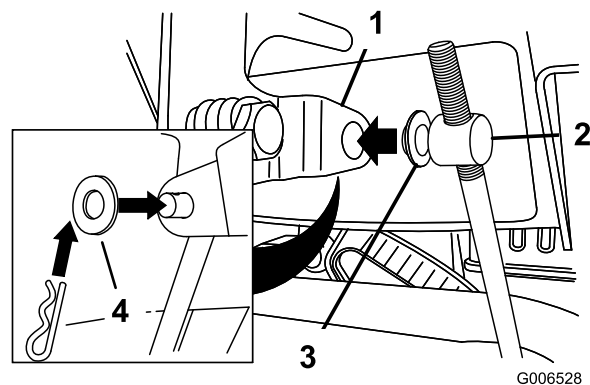

Figure 11
3. Retirez la goupille fendue et la rondelle extérieure du tourillon à l'extrémité supérieure de la tige de commande de vitesse (Figure 11).
Remarque: Pour faciliter l'installation, laissez la rondelle plate sur le tourillon (Figure 11).
6. Soulevez la tige de commande de vitesses et insérez le tourillon dans le trou du levier sélecteur de vitesses (Figure 11).
- B. Désaccouplez le tourillon du sélecteur de vitesses (Figure 11).
- C. Tournez le tourillon vers le bas (sens horaire) sur la tige de commande de vitesse (Figure 11).
- D. Accouplez le tourillon au sélecteur de vitesses (Figure 11).
- C. Tournez le tourillon vers le haut (sens anti-horaire) sur la tige de commande de vitesse (Figure 11).